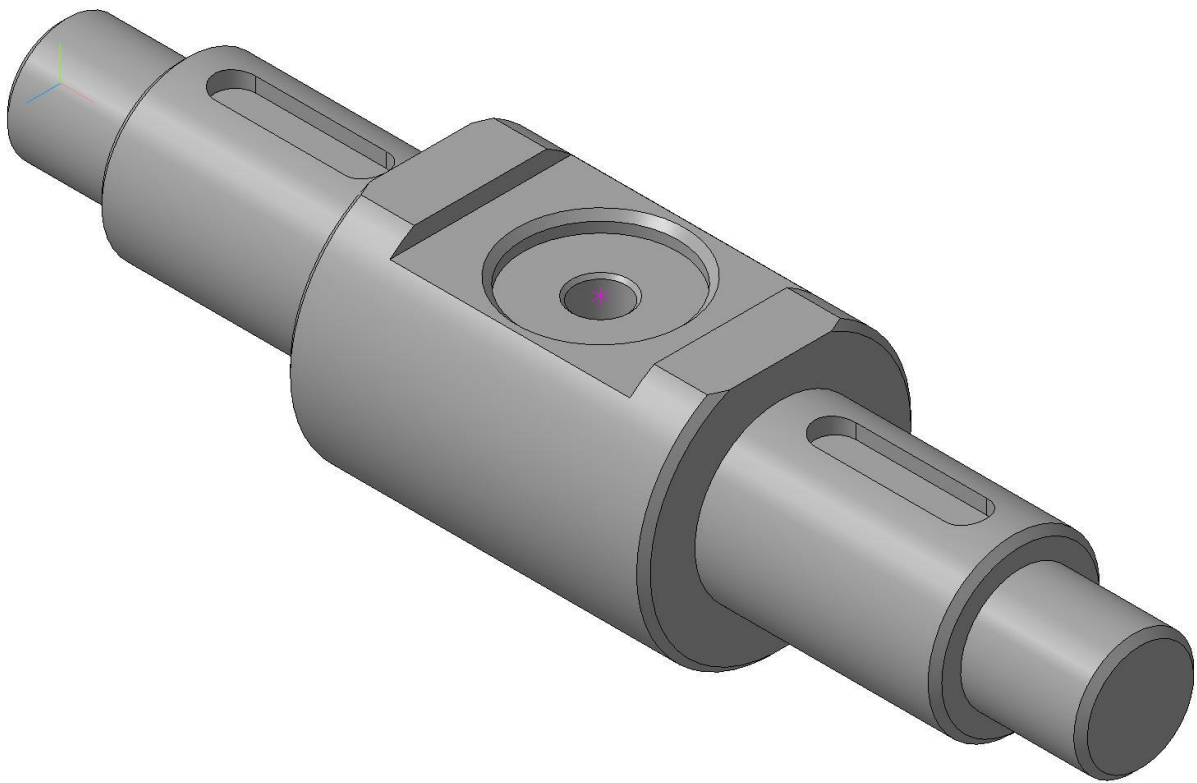
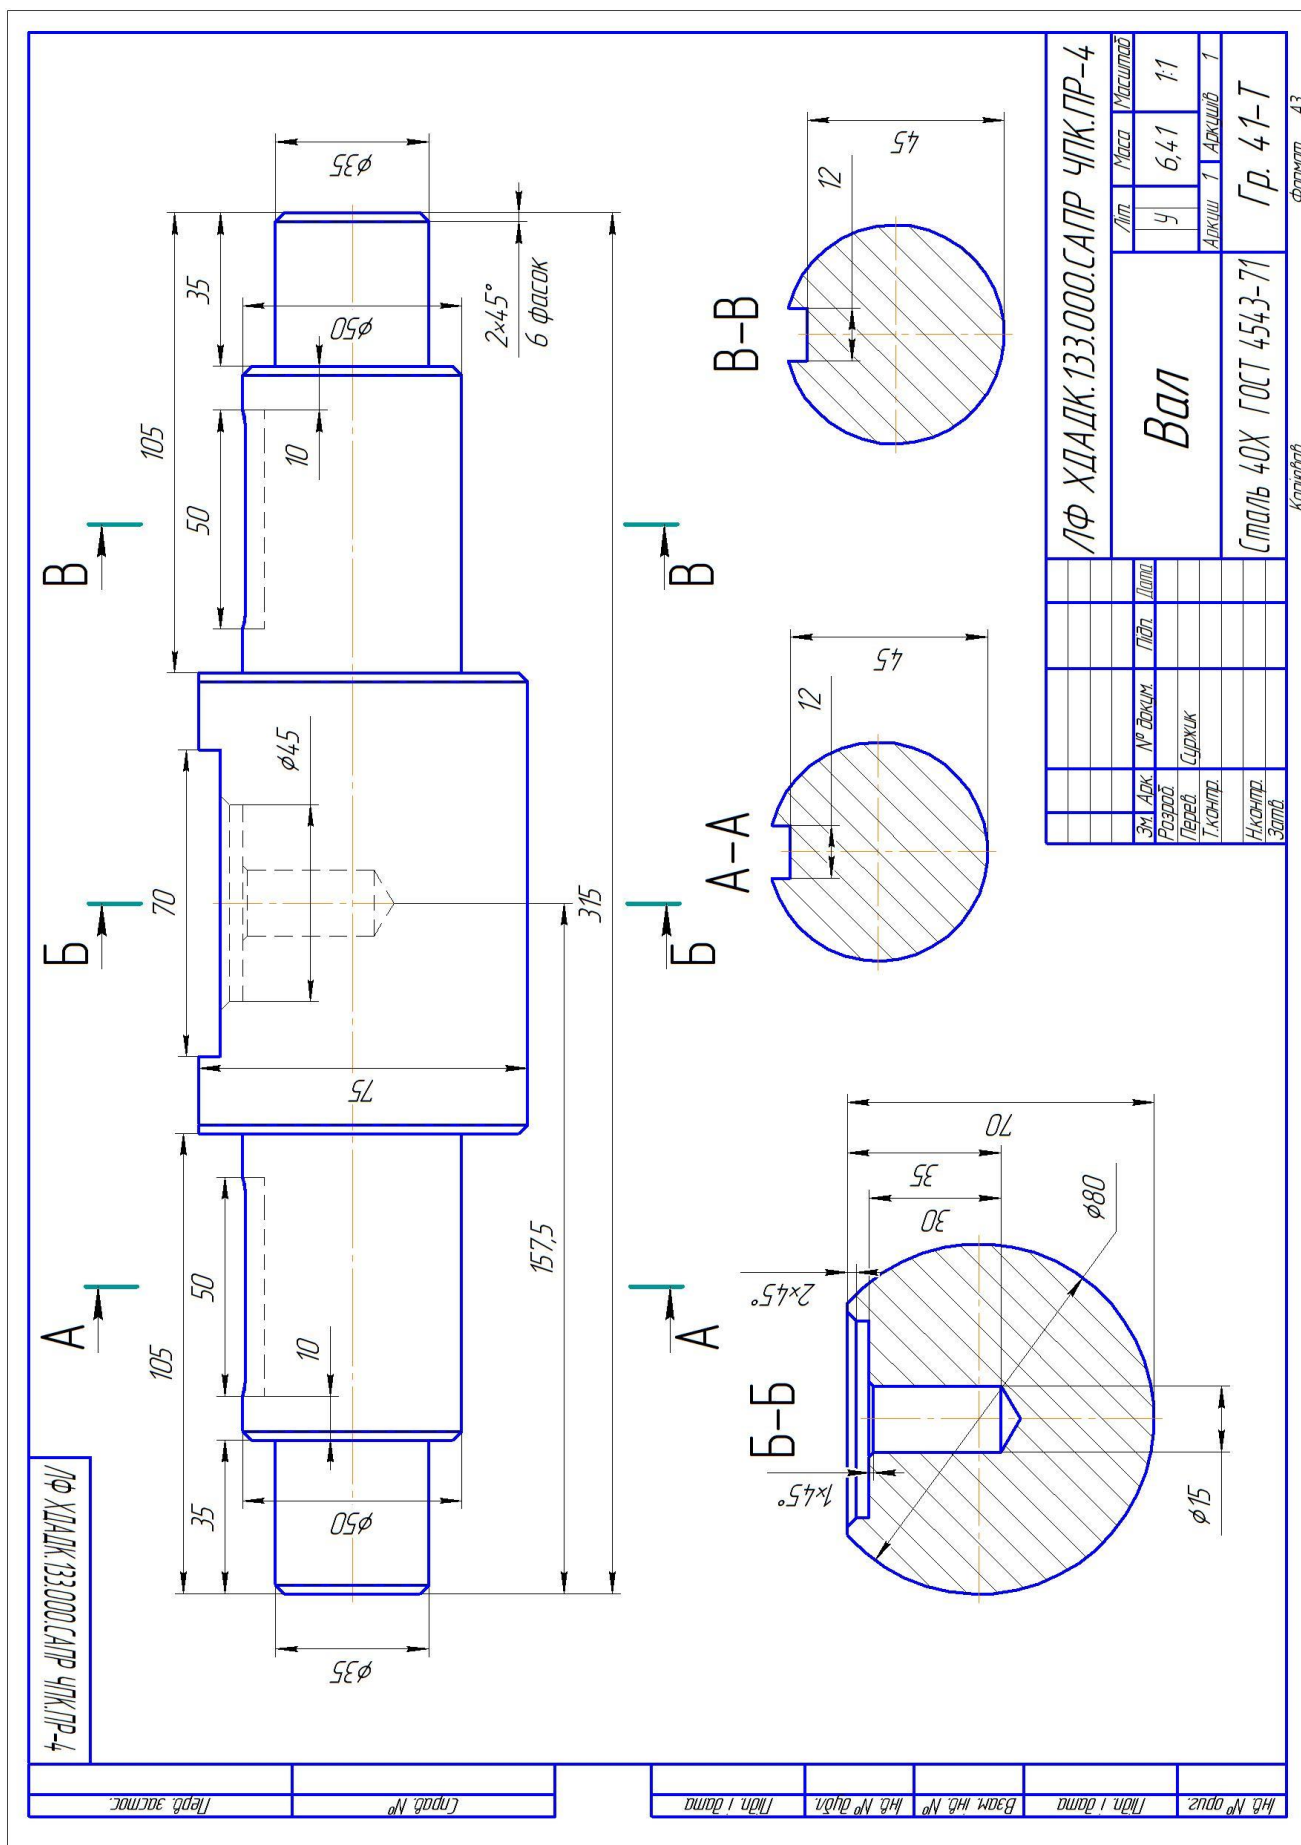

Рисунок 3.1 – 3D-модель детали «Вал»
Рисунок 3.2 – Чертеж детали «Вал»
1. На основании **чертежа** (рисунок 3.2) разработать **3D-Модель** детали (рисунок 3.1).